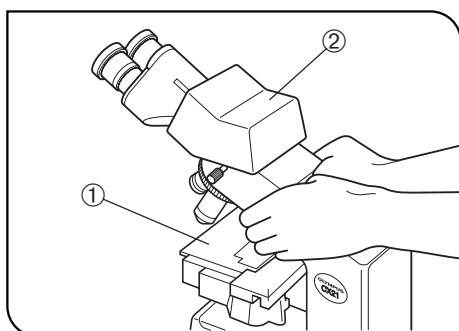

Abb. 2
5. Zum Anheben das Mikroskop an beiden Seiten rund um die Öffnung im Arm fassen, wie in Abb. 2 gezeigt, und vorsichtig tragen.